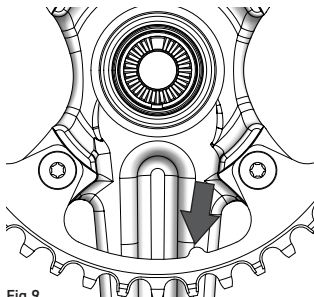

Fig.9
- **PER EKAR GT:** posizionate il nuovo ingranaggio in modo che, le marcature presenti sull'ingranaggio stesso, siano visibili sul lato interno della guarnitura ed in modo che il dente di riferimento sia correttamente posizionato (Fig.9).